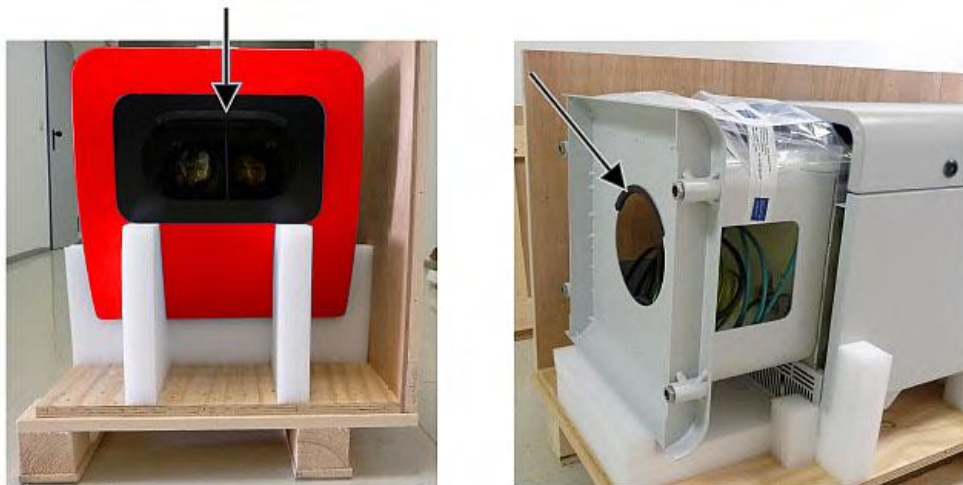

Abbildung 7 Anhebepositionen
⇒ CHM 8k vorsichtig per Hand unter Einhaltung aller Sicherheitsbestimmungen aus den Styroporelementen herausheben. (Anhebepositionen: *Abbildung 7*).
- ⇒ Zum Tragen: in die mit Pfeilen markierten Öffnungen fassen (*Abbildung 7*).